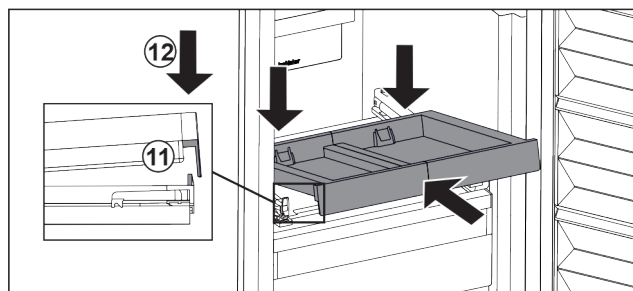

Fig. 33
- ▶ Zasuňte ju šikmo. Dbajte na to, aby sa na oboch stranách doraz nachádzal za sponu. Fig. 33 (11)
- ▶ Zložte vyťahovaciu poličku vpredu. Fig. 33 (12)